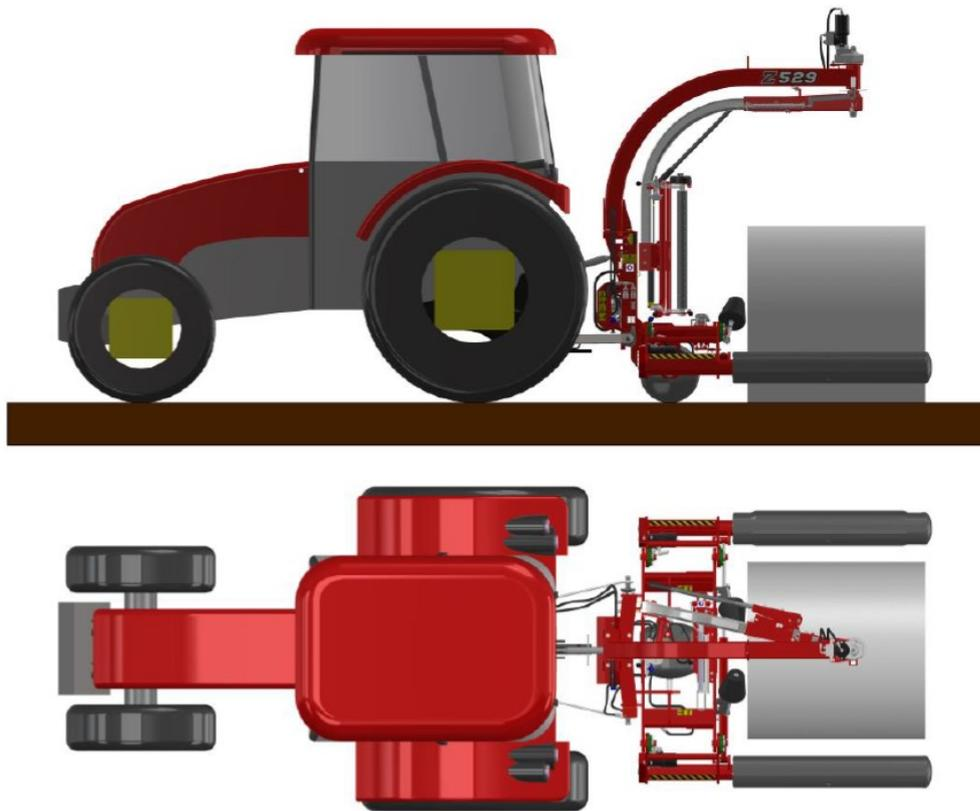

Abbildung 18. Position beim Ausladen eines Ballens
5. Stellen Sie den Ballenwickler in der Auslade-Position (**Abb. 18**). Führen Sie die Entladung der Ballen aus - drücken Sie dazu die Taste . Nach abgeschlossener Entladung wird der Ballen als fertig gestellter Ballen gerechnet. Wenn die Maschine am nächsten Ballen gestellt wird, wird die nächste Beladung mit der Taste **START/STOP** ausgeführt.